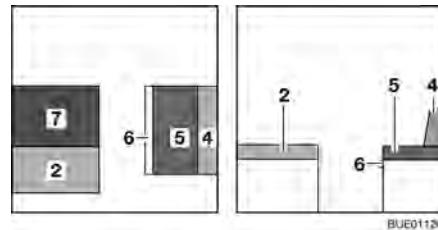

Fig. 112 Durante la trasformazione
- Posizionare il cuscino aggiuntivo (Fig. 112,7) sul tavolo.